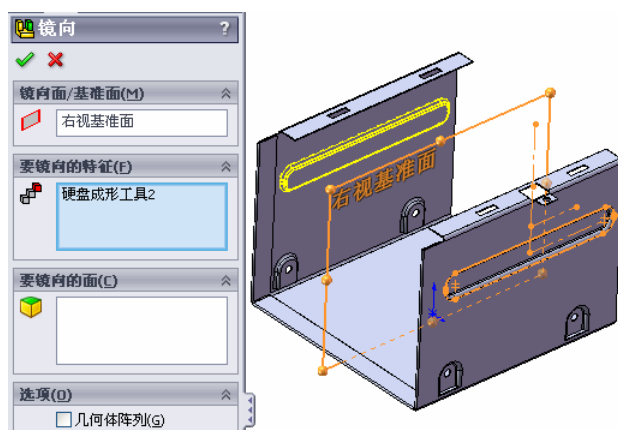

图 10-131 镜像成形工具
② 镜像成形工具。选择菜单栏中的“插入”→“阵列/镜像”→“镜像”命令，或者单击“特征”工具栏中的“镜像”图标，弹出“镜像”属性管理器，在对话框中的“镜像面/基准面”栏中单击鼠标，在 FeatureManager 设计树中单击“右视基准面”作为镜像面，单击“要镜像的特征”栏，在 FeatureManager 设计树中单击“硬盘成形工具 2”作为要镜像的特征，其他设置默认，如图 10-131 所示，单击“确定”图标，完成对成形工具的镜像。